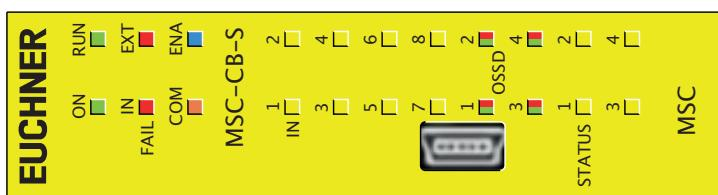

Figura 29:
**8.4.2. Módulo básico MSC-CB-S (Figura 29)**